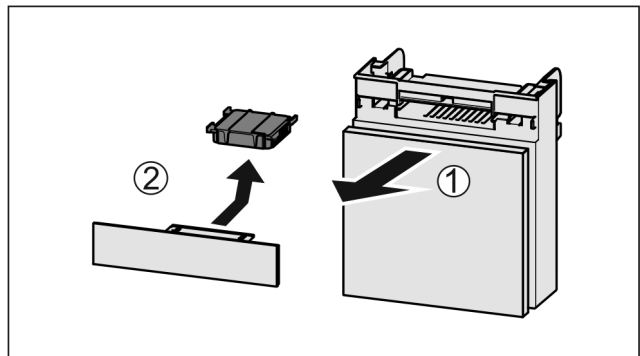

Fig. 39
- ▶ Lade vanaf de voorkant eruit trekken Fig. 39 (1).
- ▶ Actiefkoolfilter verwijderen Fig. 39 (2).